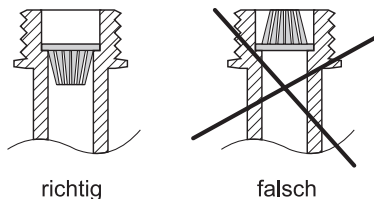

Abbildung 9
4. Filter wieder korrekt einsetzen (siehe Abbildung 9)